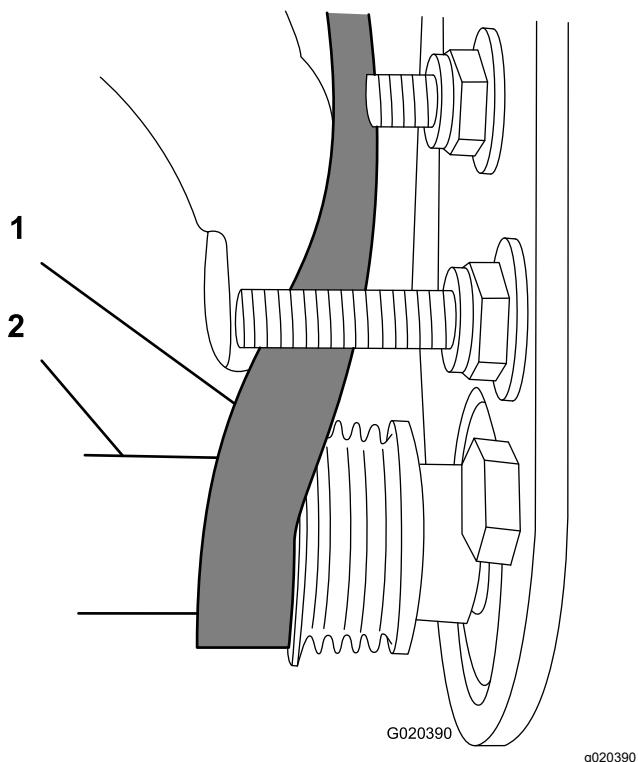

Figura 25
- C. Utilizzate una chiave a tubo di profondità (9/16") per ruotare il gruppo spazzola e guidare la cinghia sulla puleggia condotta (Figura 25).